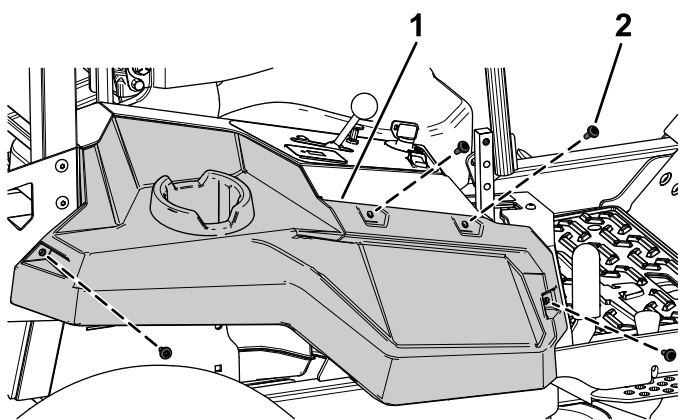

Figura 16
4. Rimuovete le 4 viti di spallamento che fissano la capsula laterale destra (Figura 16).
5. Rimuovete la capsula laterale destra (Figura 16).